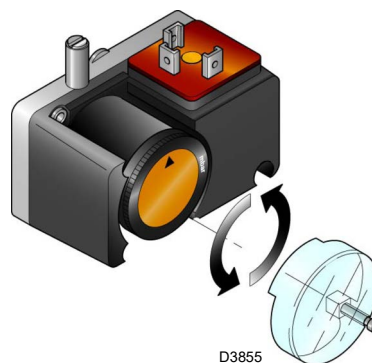

Fig. 33
- Reglați comutatorul de presiune minimă a gazului (Fig. 33 la pag. 36) la începutul scării.
Efectuați reglarea comutatorului de presiune minimă a gazului (Fig. 33) după reglarea arzătorului, a supapelor de gaz și a stabilizatorului de rampă.